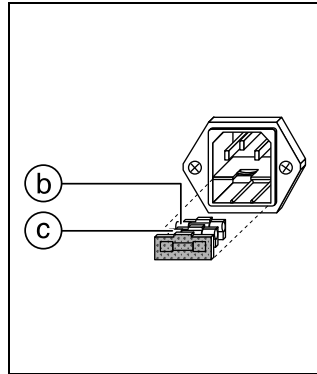

Fig. 3.2
Defekte Sicherung ② entfernen und durch die auf richtigen Sicherungswert überprüfte Reservesicherung ③ ersetzen (Fig. 3.2).
Remove the defective fuse ② and replace it with the spare fuse ③ which has been checked for the correct rating (Fig. 3.2).